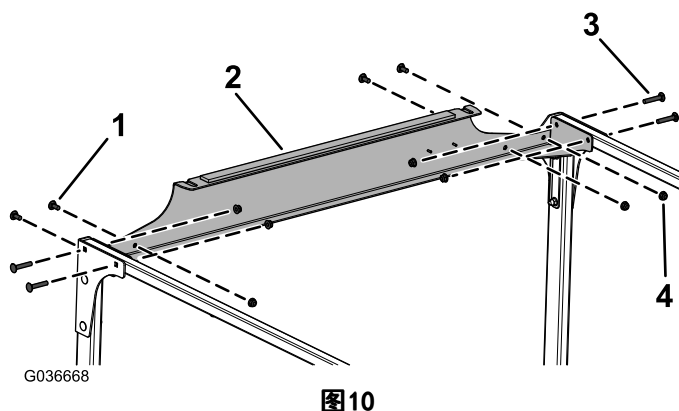

图10
9. 如图10所示, 用 4 个托架螺栓 (5/16 x 1-3/4 英寸)、4 个托架螺栓 (5/16 x 3/4 英寸) 和 8 个凸缘螺母 (5/16 英寸) 将后交联松松地安装到交联管和后安装板上。